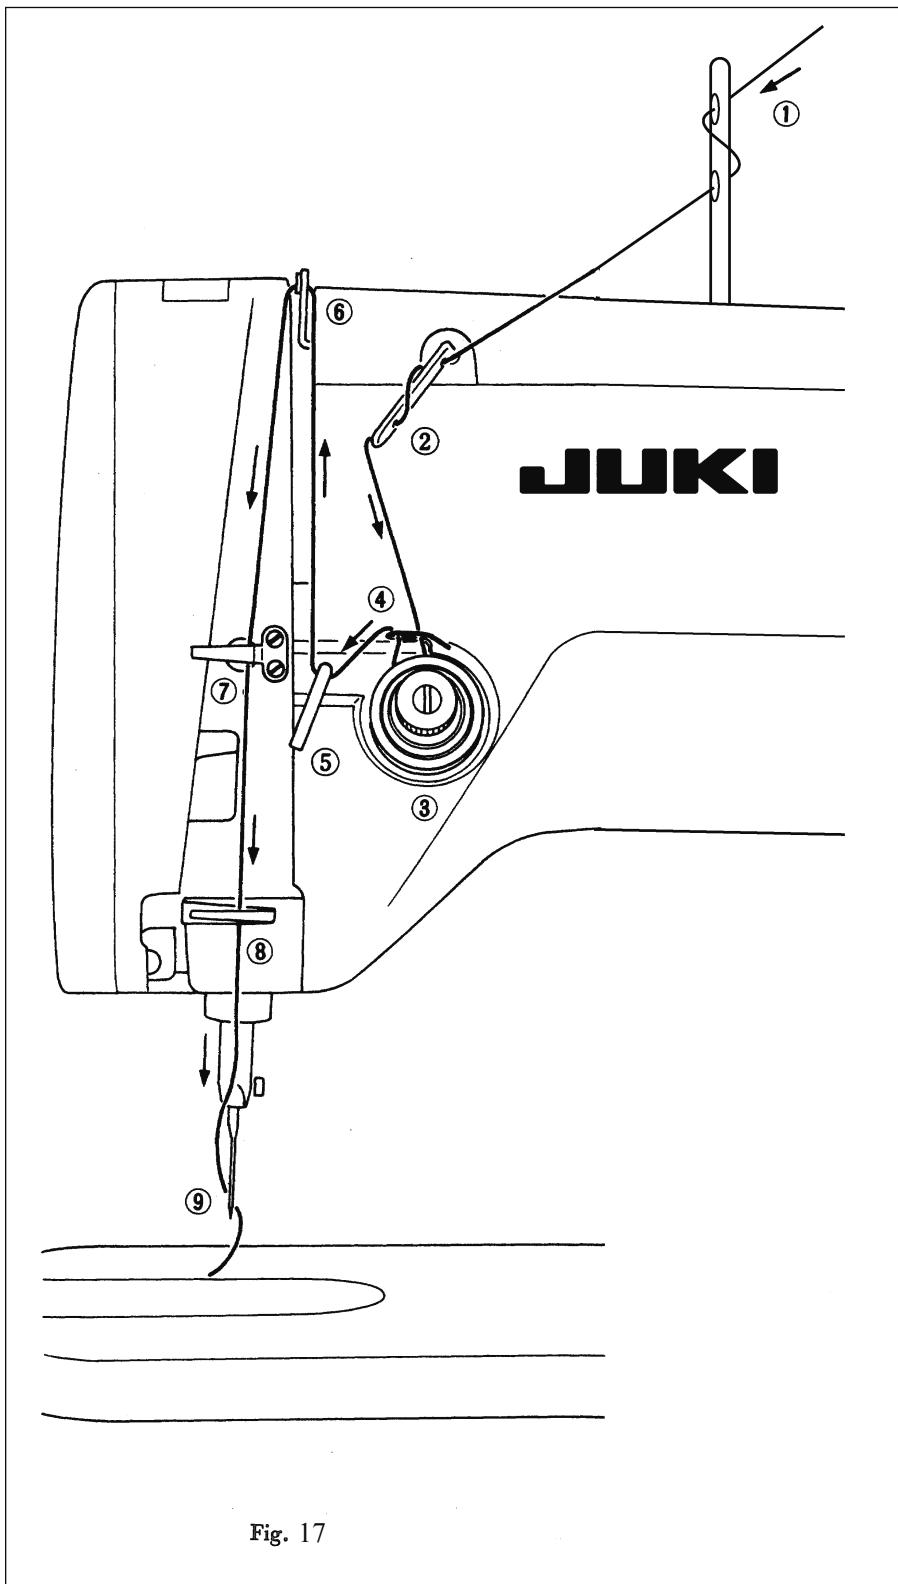

Fig. 17
En la Fig. 17 aparece el orden de enhebrado de la máquina. Comience desde el vástago guía del hilo de la aguja ①, hasta llegar al ojo de la aguja ⑨, en orden.
- ② Ojal guía hilos de tres agujeros
- ③ Discos de tensión
- ④ Resorte recogedor del hilo
- ⑤ Guía del hilo en la placa lateral
- ⑥ Palanca recogedora del hilo
- ⑦ Guía del hilo en la placa lateral
- ⑧ Guía del hilo en la estructura, inferior
- ⑨ Ojo de la aguja